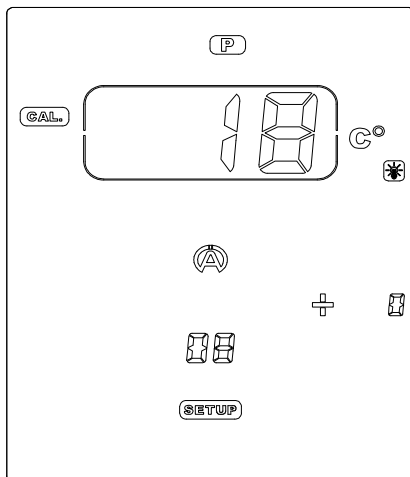

Figure 23
- 2) Pressez le bouton central **Ok** pour calibrer le capteur de pression et sortir du menu (figure 23).
- 2) Raccordez le capteur de température (figure 23)